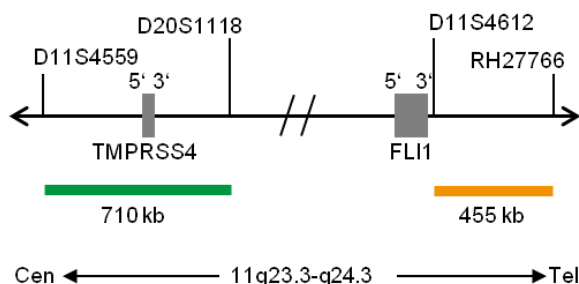

Fig. 1: SPEC 11q Mapa da sonda (sem escala)
- Polinucleótidos (~10.0 ng/μl) com marcação ZyGreen (excitação 503 nm/emissão 528 nm), dirigidos ao mapeamento de sequências localizadas na região mínima de ganho (RMG) em 11q23.3* (chr11:117,574,074-118,284,029) (ver Fig. 1).
- Polinucleótidos (~4.5 ng/μl) com marcação ZyOrange (excitação 547 nm/emissão 572 nm), dirigidos ao mapeamento de sequências localizadas na região mínima de perda (RMP) em 11q24.3* (chr11:128,707,454-129,161,227) (ver Fig. 1).